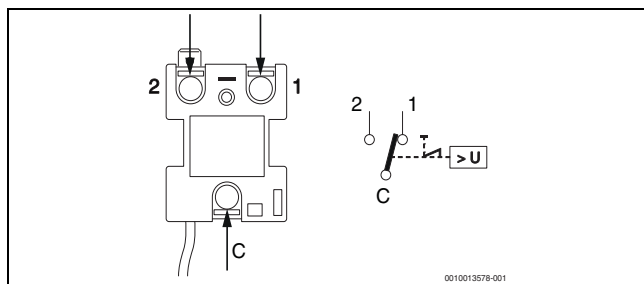

Fig. 17 Raccordement du limiteur de température de sécurité
- ▶ Brancher les fils de l'ancien thermostat sur le nouveau thermostat (→ fig. 17)